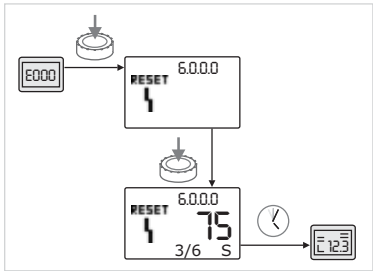

Рис. 47: Квитирование ошибки типа В ($X < Y$)
- Если текущая частота возникновения ошибки меньше, чем максимальная частота возникновения ошибки (рис. 47):